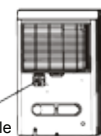
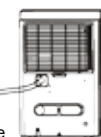

Fig. 9
Fig. 10
- Retirez le couvercle en plastique de la sortie de vidange arrière l'unité et mettre de côté, puis insérez le tuyau de vidange à travers l'orifice d'évacuation de l'appareil et diriger le tuyau de vidange l'installation de drainage approprié drain de plancher ora. (See.Fig.9 et Fig.10)